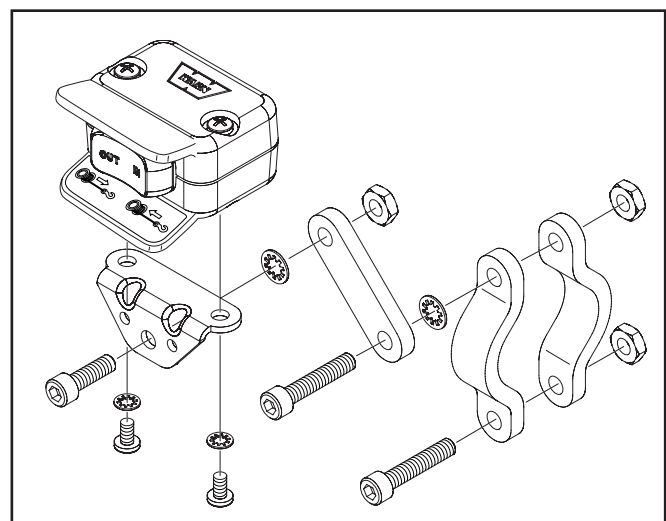

Figure 5 Interrupteur démonté
2. Repérez l'endroit où l'interrupteur peut être monté sur le guidon. Enroulez une ou deux couches de ruban isolant autour pour améliorer l'effet de serrage. Placez un collier d'un côté du guidon et assemblez l'interrupteur, son support de montage, sa bride et ses colliers tel qu'indiqué (Figure 5).